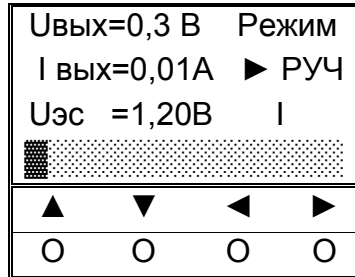

Рисунок 12
1. С помощью кнопок управления «◀», «▶» установить ползунок в нижней строке индикатора в крайнее левое положение, проконтролировать значения параметров: $U \leq 0,5\text{В}$, $I \leq 0,03\text{А}$ (рисунок 12).